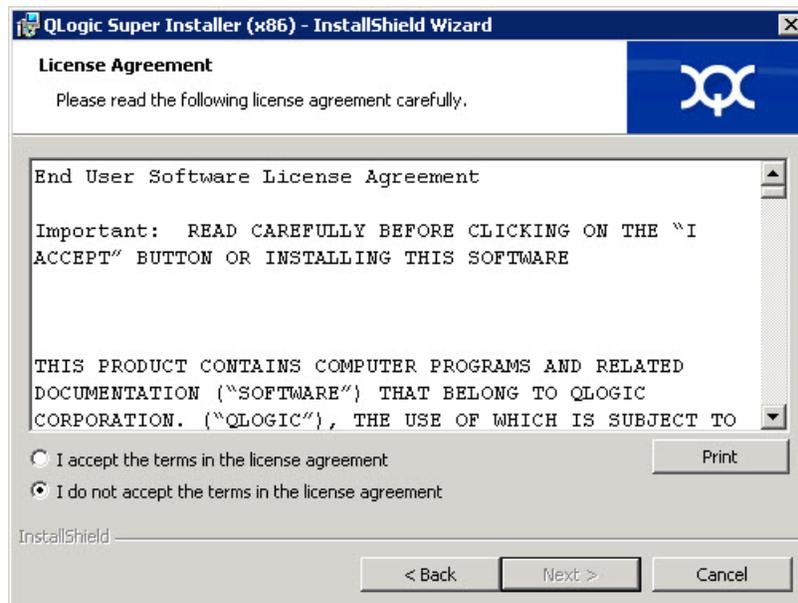

Figure 2-3. Assistant QLogic InstallShield : Fenêtre de contrat de licence
4. Dans la fenêtre de contrat de licence de l'Assistant (Figure 2-3 à la page 8) :